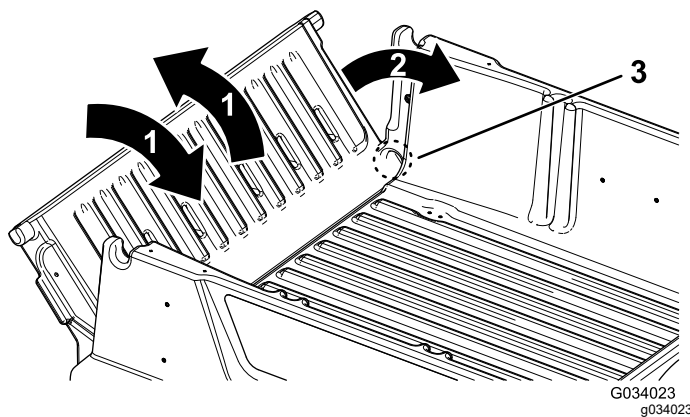

Рисунок 17
- Короткими движениями, встряхивая, переместите откидной борт назад и вперед несколько раз (Рисунок 17).
- Установите откидной борт в положение под углом приблизительно 45° (Рисунок 17).